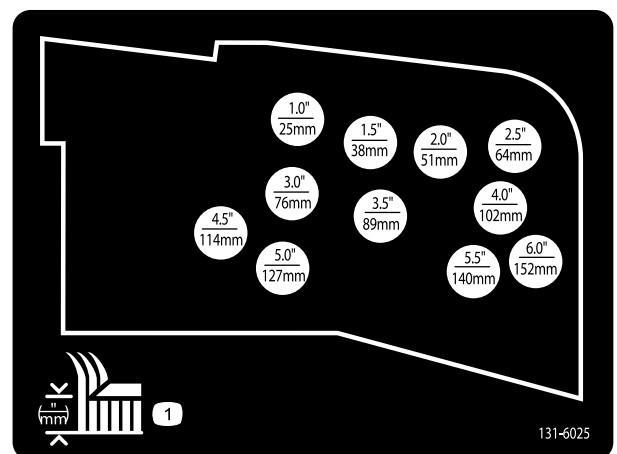

Bild 19
10. Montieren Sie die Schnitthöhenketten im gewünschten Schnitthöhenloch und befestigen sie mit dem Splint und dem Lastösenbolzen (Bild 19).